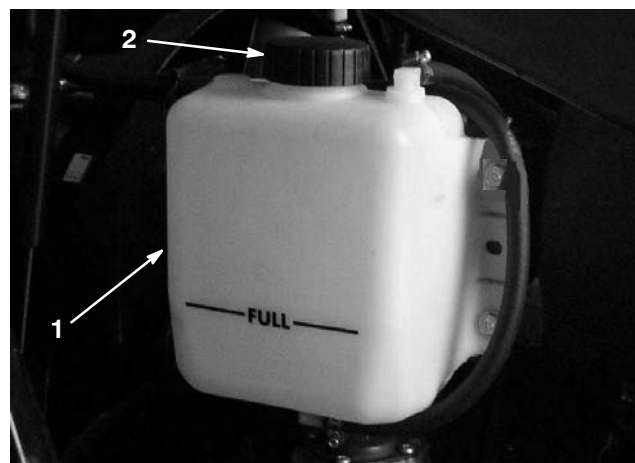

Figure 8
- Vérifiez le niveau du liquide de refroidissement dans le vase d'expansion (Fig. 8). Le vase d'expansion doit être rempli jusqu'au repère du plein (FULL).